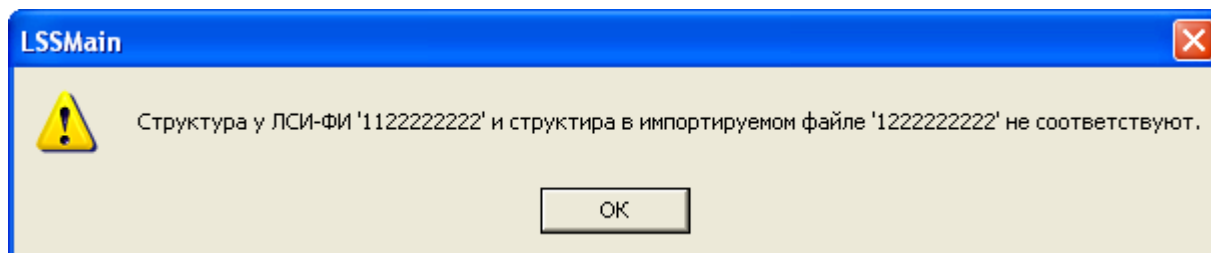

Рис. 17-5
- Если структура ЛКН элемента ЛСИ-ФИ не соответствует структуре ЛКН в загружаемом файле, при нажатии на кнопку **OK** в окне **Импорт из TcEng** появится сообщение, представленное на рис. 17-5.